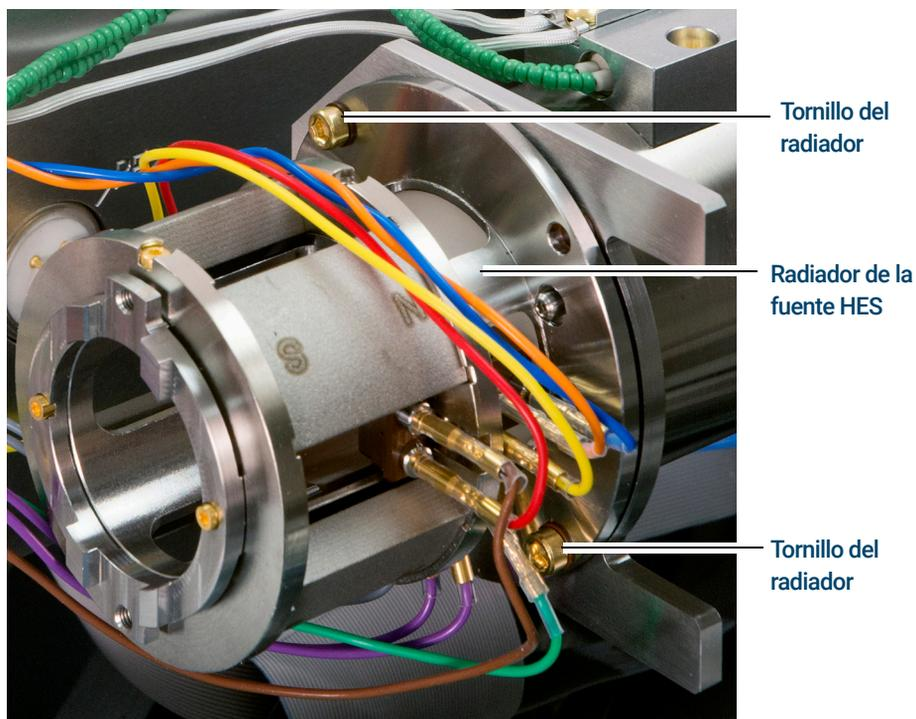

Figura 75. Retirada del radiador de la fuente EI HES
- 5 Utilice un destornillador Torx T10 para aflojar los dos tornillos que fijan el radiador al analizador y coloque el radiador en el recipiente de almacenamiento. (Consulte la **Figura 75** en la página 252).